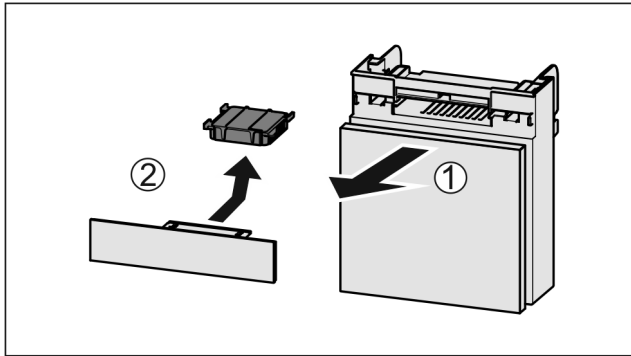

Fig. 83
- ▶ Estrarre il vano tirando in avanti Fig. 83 (1).
- ▶ Rimuovere il filtro a carboni attivi Fig. 83 (2).